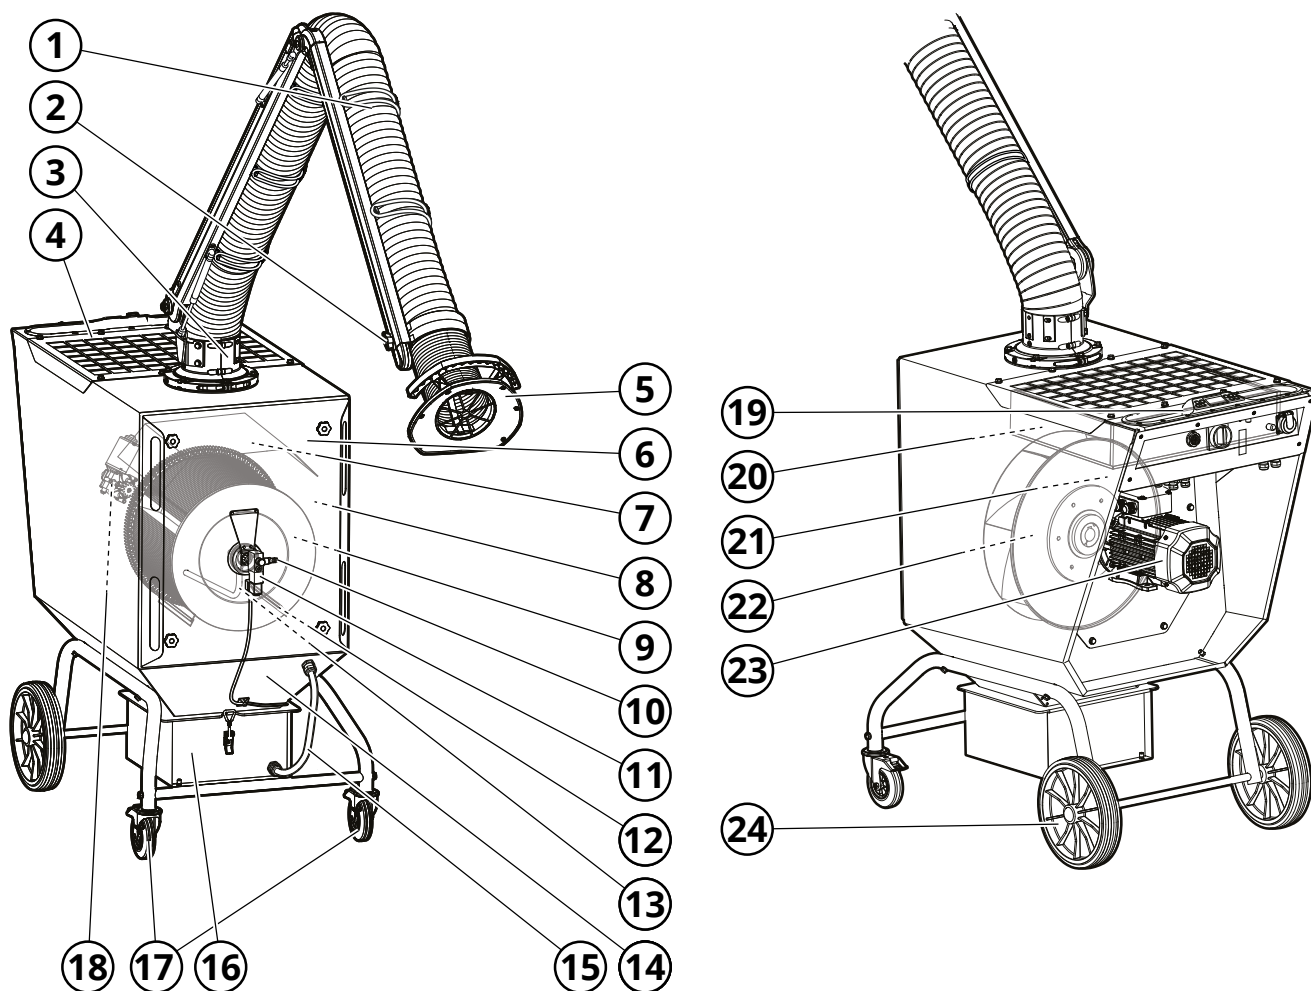

Fig. 2
Consulte la Fig. 2.
El aire contaminado se aspira a través del extractor local (1, **Fig. 2**) al lado sucio de la máquina (8), donde el aire se limpia a través del cartucho del filtro (9). El grado de filtrado es de $\geq 99\%$ para la contaminación por humo y polvo de soldadura de aceros de alta aleación, como, por ejemplo, acero con un contenido de níquel y cromo del 30 %. A continuación, el aire limpio se aspira a través de la turbina (22) y se pasa luego desde el lado limpio de la unidad de filtrado (21) a través de la rejilla de salida (4).